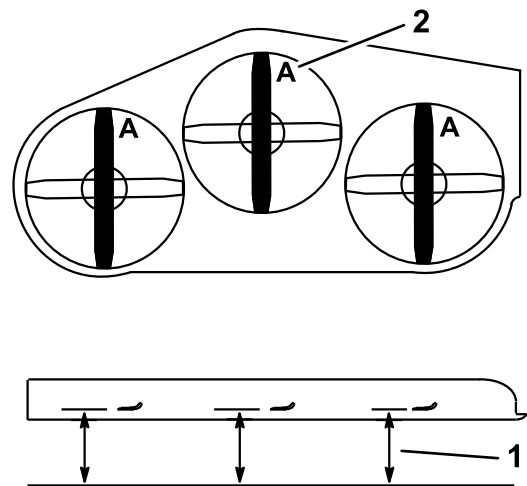

Figure 90
3. Tournez les lames dans le sens longitudinal (Figure 90). Mesurez la distance entre la surface plane et le tranchant (position **A**) des lames (Figure 90). Notez cette valeur.